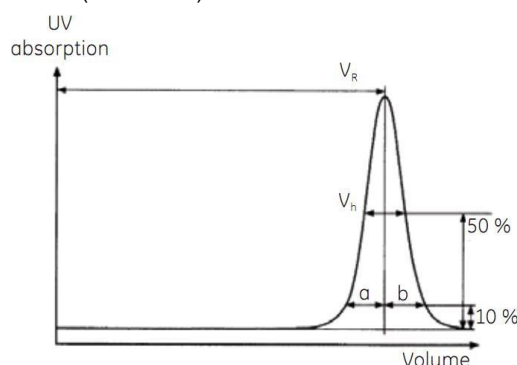

图 1. 柱效检测方法实例
如图 1 所示计算理论塔板数，用如下公式： $N/m = 5.54 (V_R/V_h)^2 \times 1000/L$
计算峰不对称系数 (AS) 公式如下： $AS = b/a$  (如图 1 所示)